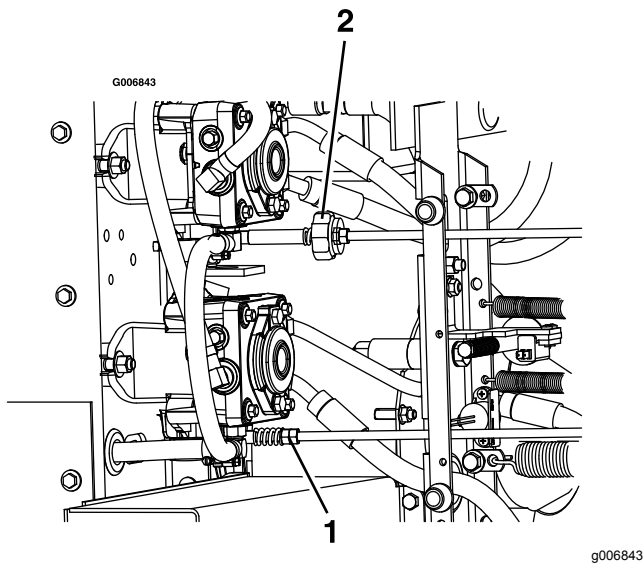

Figura 65
9. Para obtener la posición de PUNTO MUERTO, ajuste los acoplamientos izquierdo y derecho de las varillas de control de la bomba, que conectan el control de dirección a los brazos de control de la bomba, hasta que las ruedas se detengan o se muevan ligeramente hacia atrás (Figura 65).
11. Ajuste el acoplamiento derecho de la bomba con una llave para girar las tuercas dobles en el conjunto (Figura 65).